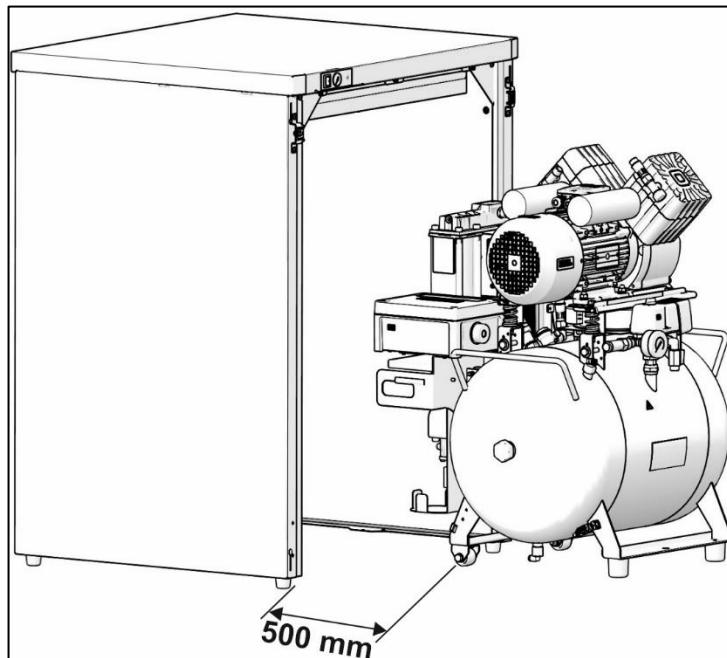

Abb. 14: Positionierung des Kompressors für Anschlüsse
- Entfernen Sie die Anschlussleiste (17) vor dem Gehäuse.
- Positionieren Sie den Kompressor in einem Abstand von mindestens 500 mm vom Schrank, um die Bewegung der Schläuche und des Netzkabels im Schrank zu ermöglichen (Abb. 14).